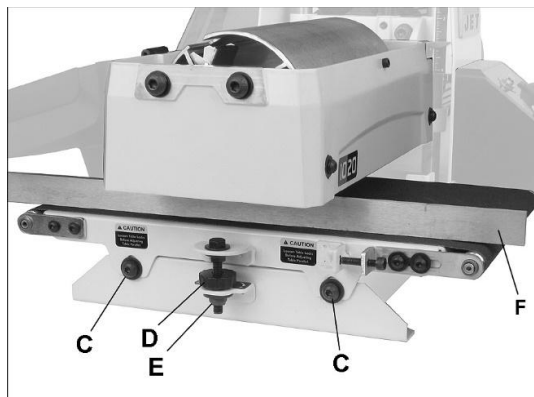

Figure 8-3: alignement du cylindre
3. Insérez la jauge (F, Figure 8-3) entre le cylindre et la table du convoyeur du côté externe du cylindre.
1. Desserrez les deux vis de verrouillage de la table (C, Figure 8-3) avec une clé hexagonale de 5 mm.
Pour monter l'extérieure de la table, desserrez l'écrou (E, figure 8-3) et tournez l'écrou moleté (D) dans le sens des aiguilles d'une montre (+).
2. Vérifiez le réglage à l'aide de la jauge. Effectuez d'autres ajustements à l'aide de l'écrou moleté (D) au besoin.
3. Resserrez les vis de verrouillage de la table (C).
3. Si une bavure est visible là où le cylindre chevauche, desserrer les deux vis de verrouillage de la table (C, Figure 8-3) et abaissez légèrement la table sur l'extrémité externe en tournant l'écrou moleté (D).
**Remarque :** Pour un matériau à poncer réduit (inférieur à 254 mm), retournez la table du convoyeur en position parallèle. Tournez l'écrou moleté (D) en direction opposée jusqu'à ce que le contre-écrou (E) soit touché. Le contre-écrou fait butée pour le parallélisme de la table.